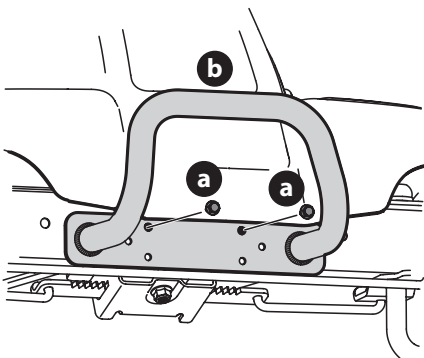

Figure 15
1. Enlevez les deux vis (a) (Figure 15).
2. Positionnez le pare-chocs sur les trous de montage et attachez-le avec la quincaillerie retirée à l'étape précédente (Figure 15).